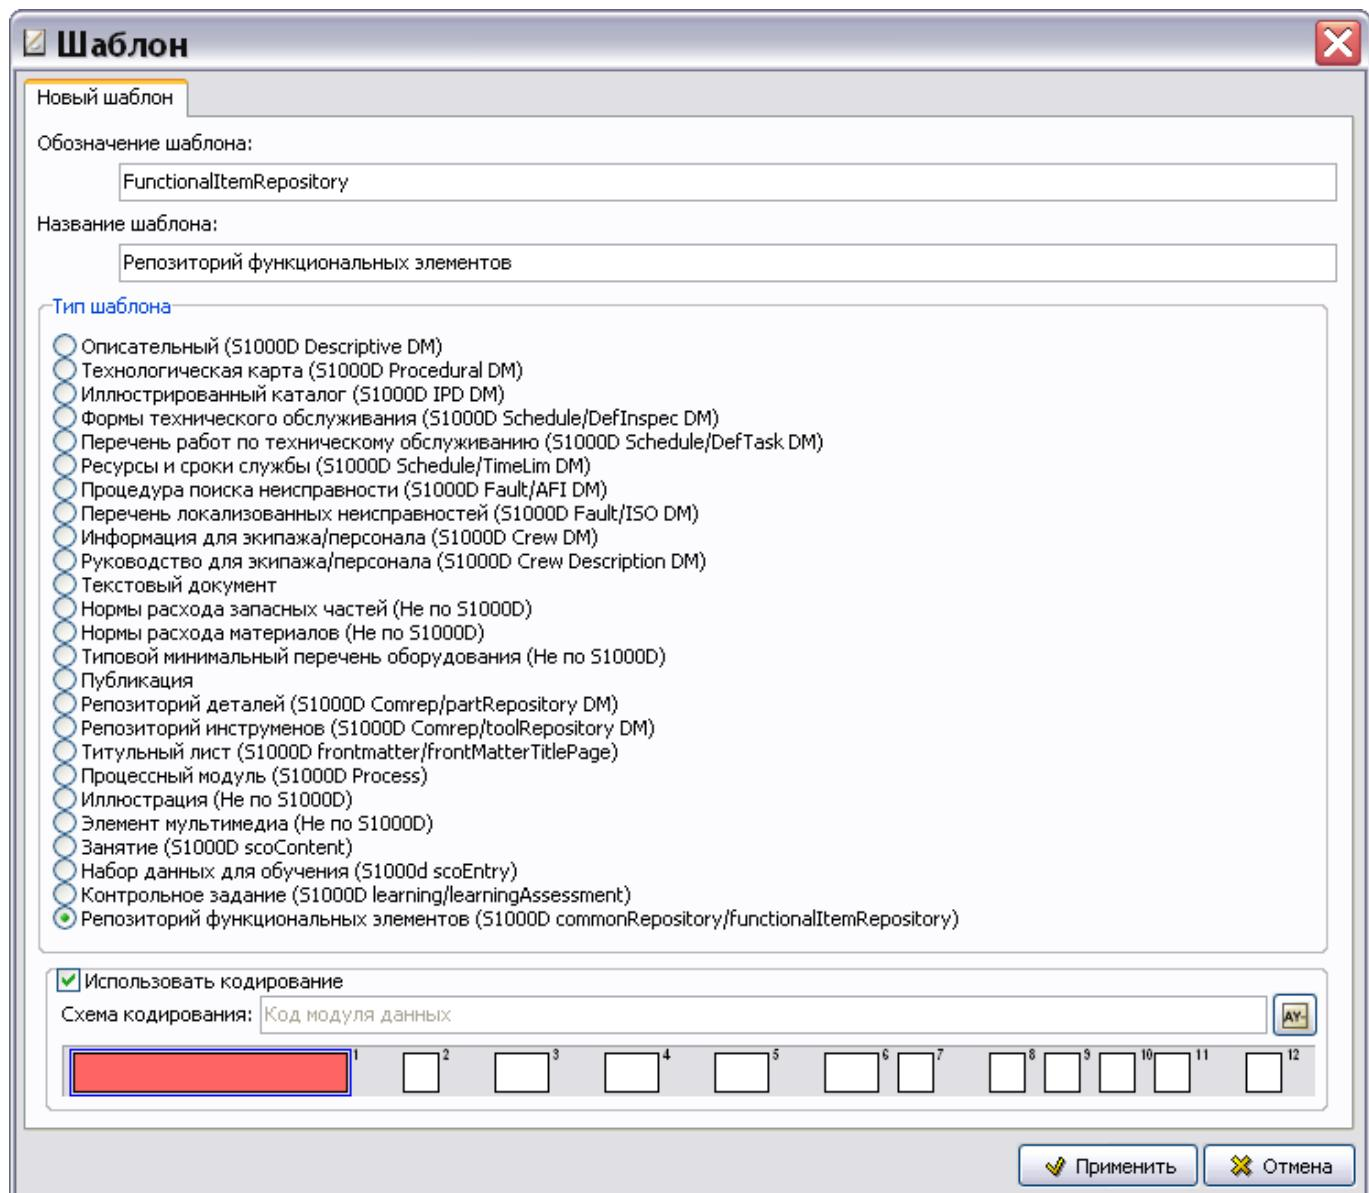

Рис. 3.80
2. В диалоговом окне **Шаблон** введите обозначение шаблона «FunctionalItemRepository» и название «Репозиторий функциональных элементов» (Рис. 3.80).
3. Укажите тип шаблона «Репозиторий функциональных элементов» (Рис. 3.80).